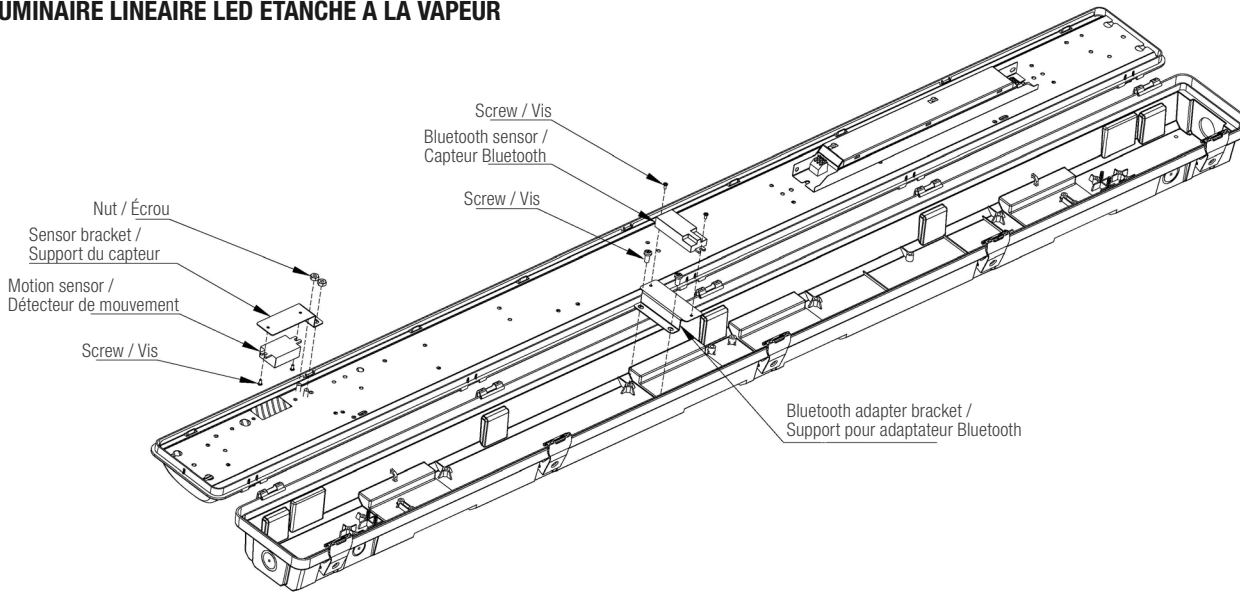

Figure 14
1. Install the bluetooth adaptor on the existing bracket by using the two screws (Fig. 14).
1. Installez l'adaptateur Bluetooth sur le support existant en utilisant les deux vis (Fig. 14).
1. Install sensor onto the bracket by using the two provided screws (Fig. 14). Insert the provided sensor harness onto the sensor connector.
1. Installez le capteur sur le support à l'aide des deux vis fournies (Fig. 14). Insérez le faisceau du capteur fourni dans le connecteur du capteur.